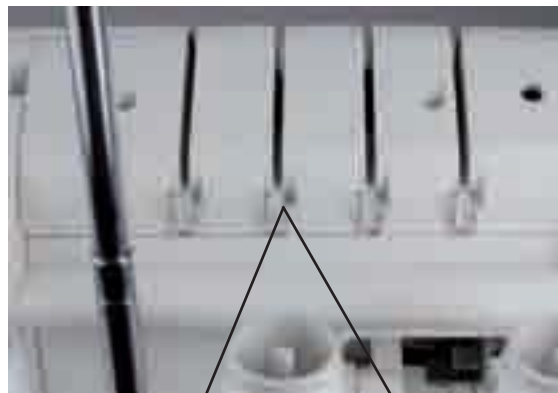

Abb.16
- Fädeln Sie den Faden in die Fadenführung ein, indem Sie den Faden nach unten ziehen, bis er unter die Fadenführung rutscht (2) (Abb. 16).